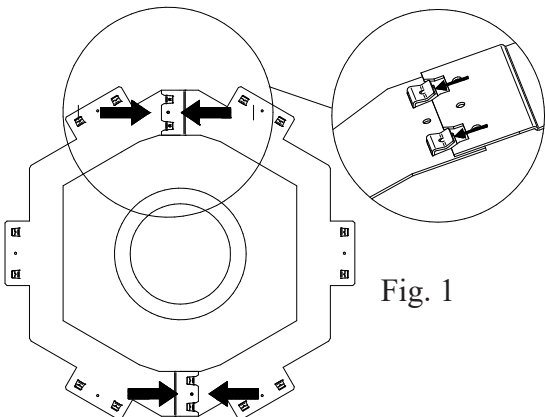

Fig. 1
- 1- Assembler l'anneau central un côté à la fois (Fig. 1) et s'assurer que chaque pièce est bien insérée dans l'autre demi-section (normalement un clic se fait entendre).